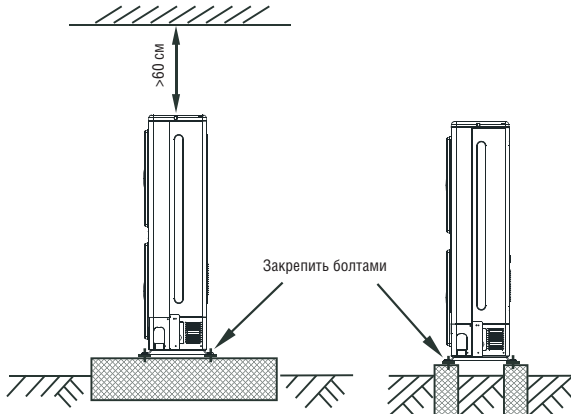

Рис. 3-6
- При сооружении бетонного основания руководствуйтесь техническими условиями для наружных блоков (см. рис. 3-6).
- Надежно закрепляйте болтами опоры устройства, чтобы исключить его падение в случае землетрясения или сильного ветра (см. рис. 3-6).